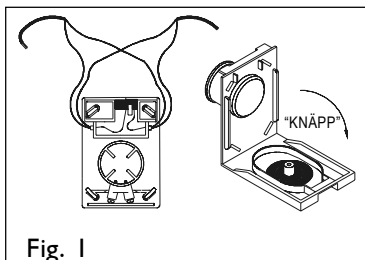

Fig. 1
2.1 Start i sugdosa (fig. 1)
Vid start i sugdosan (fig. 1) startar centralenheten när sugdosans lock öppnas helt (över det tydliga "knäppet") och locket låses i öppet läge. Dammsugaren stannar när locket fälls tillbaka över "knäpp"-läget.